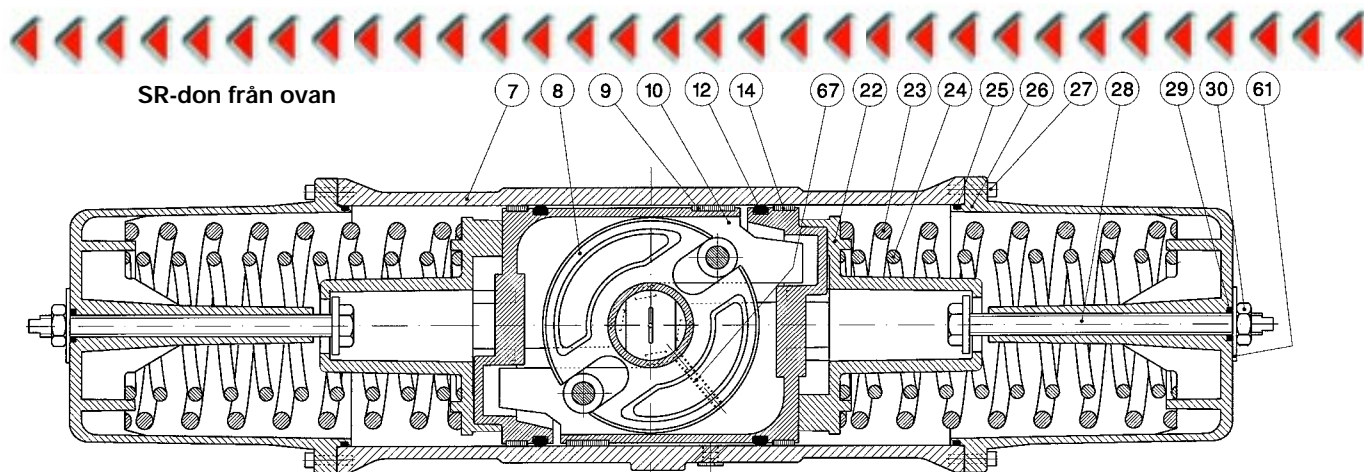

Fig 3
SR-donen har kolvarna roterade 180° i förhållande till DA-donen enligt ritning Fig 3. Detta ger en höjning av vridmomentet mot slutet av vridrörelsen trots att fjäderkraften avtar.
Monteras kolvarna i ett DA-don enligt Fig 3, kommer finjusteringen att ske vid "öppet" ventilläge. Manöverdonen kan på begäran förses med justering i båda ändlägena. Möjligheten att vrida kolvarna kan användas på flera sätt för att anpassa donen till kundens behov. Tala med våra tekniker om detta!
4. Montera kolvarna enligt fig 3 på sid 3. Se även texten under "Byte av O-ringar till kolvar och stödelement".